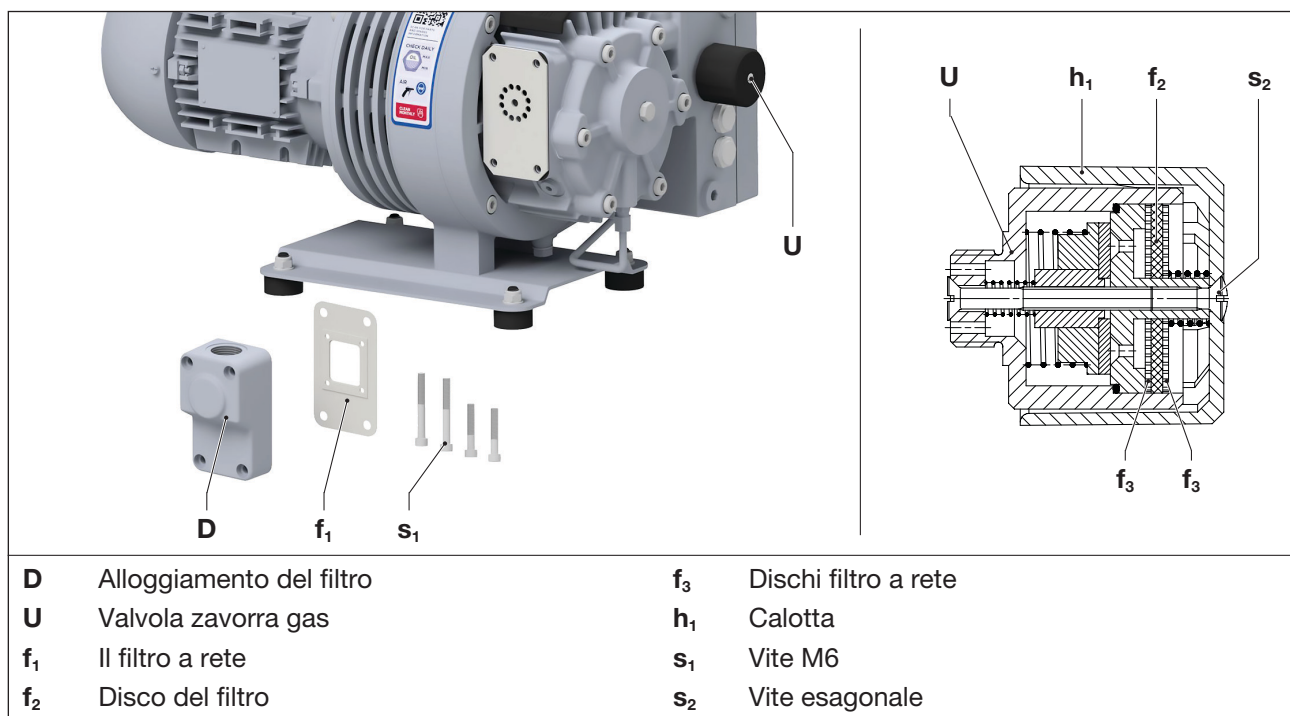

Fig. 6 Filtro a rete e valvola di zavorramento gas
Il filtro a rete (Fig. 6/f1) nel raccordo del vuoto deve essere lavato o soffiato più o meno frequentemente in base al grado di sporcizia, oppure deve essere sostituito.
- Rimuovere l'alloggiamento del filtro (Fig. 6/D) dalla pompa dopo aver allentato le viti (Fig. 6/s1).
- Rimuovere il filtro a rete (Fig. 6/f1) dall'alloggiamento (Fig. 6/D) e pulirlo.
- Reinserire il filtro a rete (Fig. 6/f1) nell'alloggiamento del filtro (Fig. 6/D) e fissare l'alloggiamento del filtro alla pompa con le viti (Fig. 6/s1) Coppia: 10 Nm
Le pompe funzionano con una valvola zavorra gas (Fig. 6/U). Il disco del filtro integrato (Fig. 6/f2) deve essere pulito in base al grado di sporcizia del mezzo da filtrare con maggiore o minore frequenza.
- Allentare la vite a testa svasata (Fig. 6/s2) e rimuovere la calotta in plastica (Fig. 6/h1).
- Pulire il disco del filtro (Fig. 6/f2) e i due dischi del filtro a rete (Fig. 6/f3) soffiandoli o sostituirli.
- Inserire il disco del filtro (Fig. 6/f2) tra i dischi del filtro a rete (Fig. 6/f3) e inserirlo nella valvola.
- Rimettere il coperchio di plastica (Fig. 6/h1) e fissare nuovamente la valvola zavorra gas alla pompa del vuoto con la vite a testa svasata (Fig. 6/s2). Stringere la vite svasata a mano.